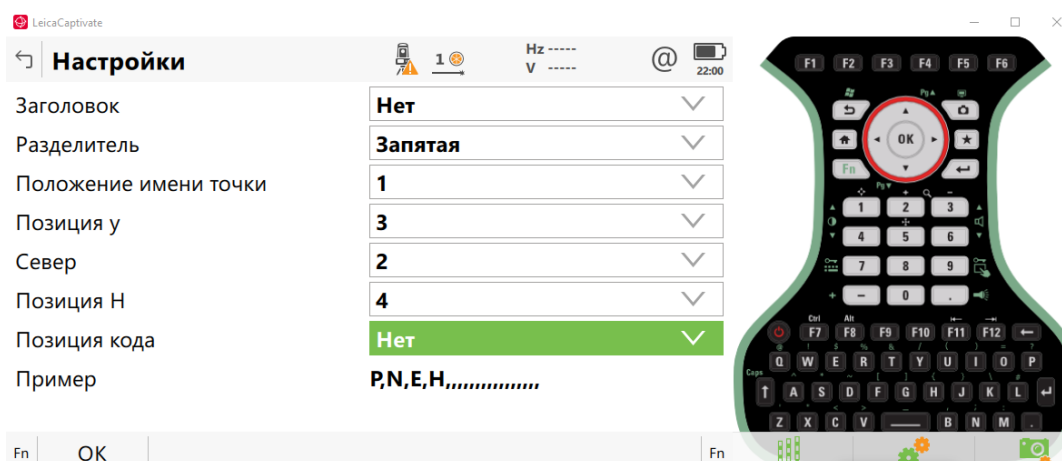

Рисунок 10 – Настройка параметров импорта
10. В настройках импорта меняем местами север и восток и указываем разделитель значений – запятая (рис. 10):